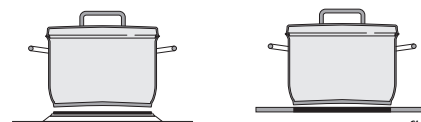

fig. 12
- Le fond de la casserole froide doit être légèrement bombé vers l'intérieur car étant donné que lors de la chauffe, ce même fond se dilatera et fera que l'ustensile adhèrera bien à la plaque/zone de cuisson. De cette manière, la chaleur pourra être cédée de manière optimale (fig. 12).